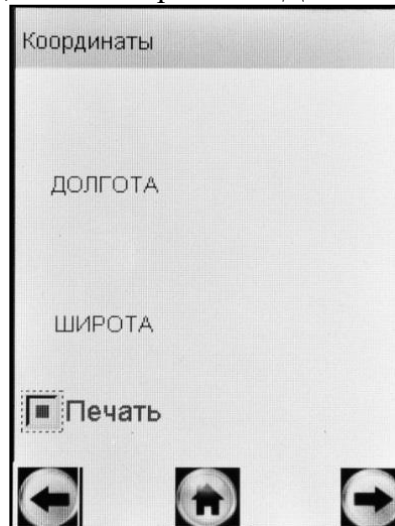

Рисунок 12 – Меню системы позиционирования
На сенсорном экране появится окно «**Координаты**» (рисунок 12). Пока координаты местоположения не будут установлены, поля «Широта» и «Долгота» будут незаполненными.
2.6.6 Для активации функции автоматического внесения координат местоположения в протокол измерения, коснитесь стилусом квадратики «Печать» (рисунок 12). При этом в распечатанный протокол измерения добавляются данные с координатами места проведения измерения.